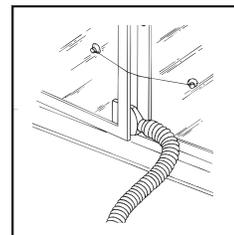

Fig. 4.
Étape 4: Si la fenêtre est double, reliez l'une à l'autre les deux sections de fenêtre à l'aide du lien à ventouses (fig. 4).